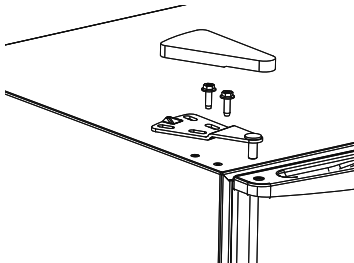

Abb. 6
- ▶ Setzen Sie anschließend das obere Scharnier wieder auf und schrauben Sie das Scharnier mit den beiden Schrauben fest. Verwenden Sie einen Kreuzschraubendreher, um die Schrauben anzuziehen (siehe **Abb. 6**).